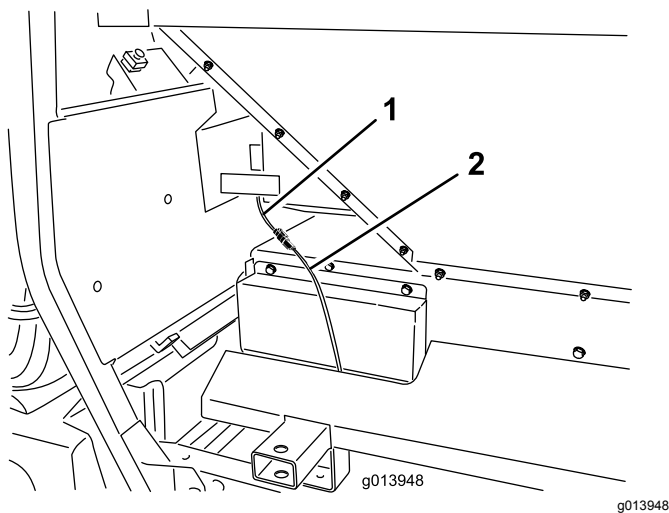

Figure 19
46. Branchez le faisceau de câblage intermédiaire au connecteur de faisceau du ProPass (Figure 18 ou Figure 19).